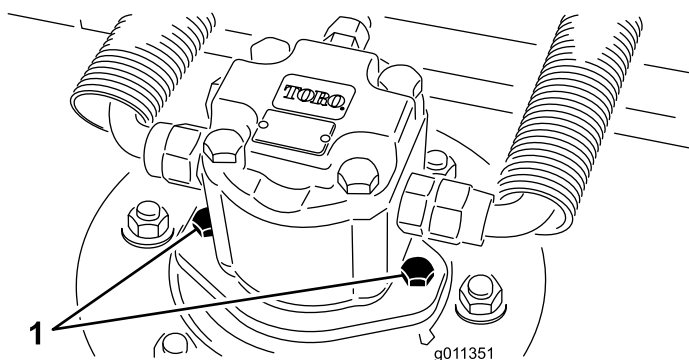

Figura 118
2. Scollegate e staccate il motore idraulico dall'apparato di taglio (Figura 118). Coprite la parte superiore del fusello per impedire che venga contaminato.
3. Montate il motore idraulico sull'apparato di taglio (Figura 118). Verificate che l'anello toroidale sia in sede e non sia danneggiato.